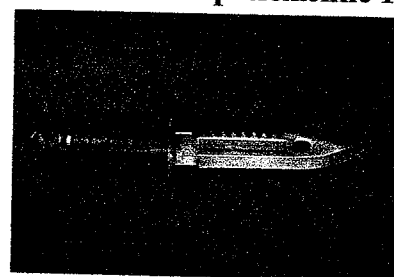

Рис. 3. Нож М9
- **Нож М9** (M9 Bayonet) — армейский штык-нож. Клинок штыка М9 однолезвийный, с пилой на обухе. Ножны пластмассовые, на конце ножен стальная накладка с вырезом и овальным штифтом. При накладывании клинка овальным отверстием на штифт штык М9 превращается в ножницы для резки проволоки. [1.] (Прил. 1, рис.3)